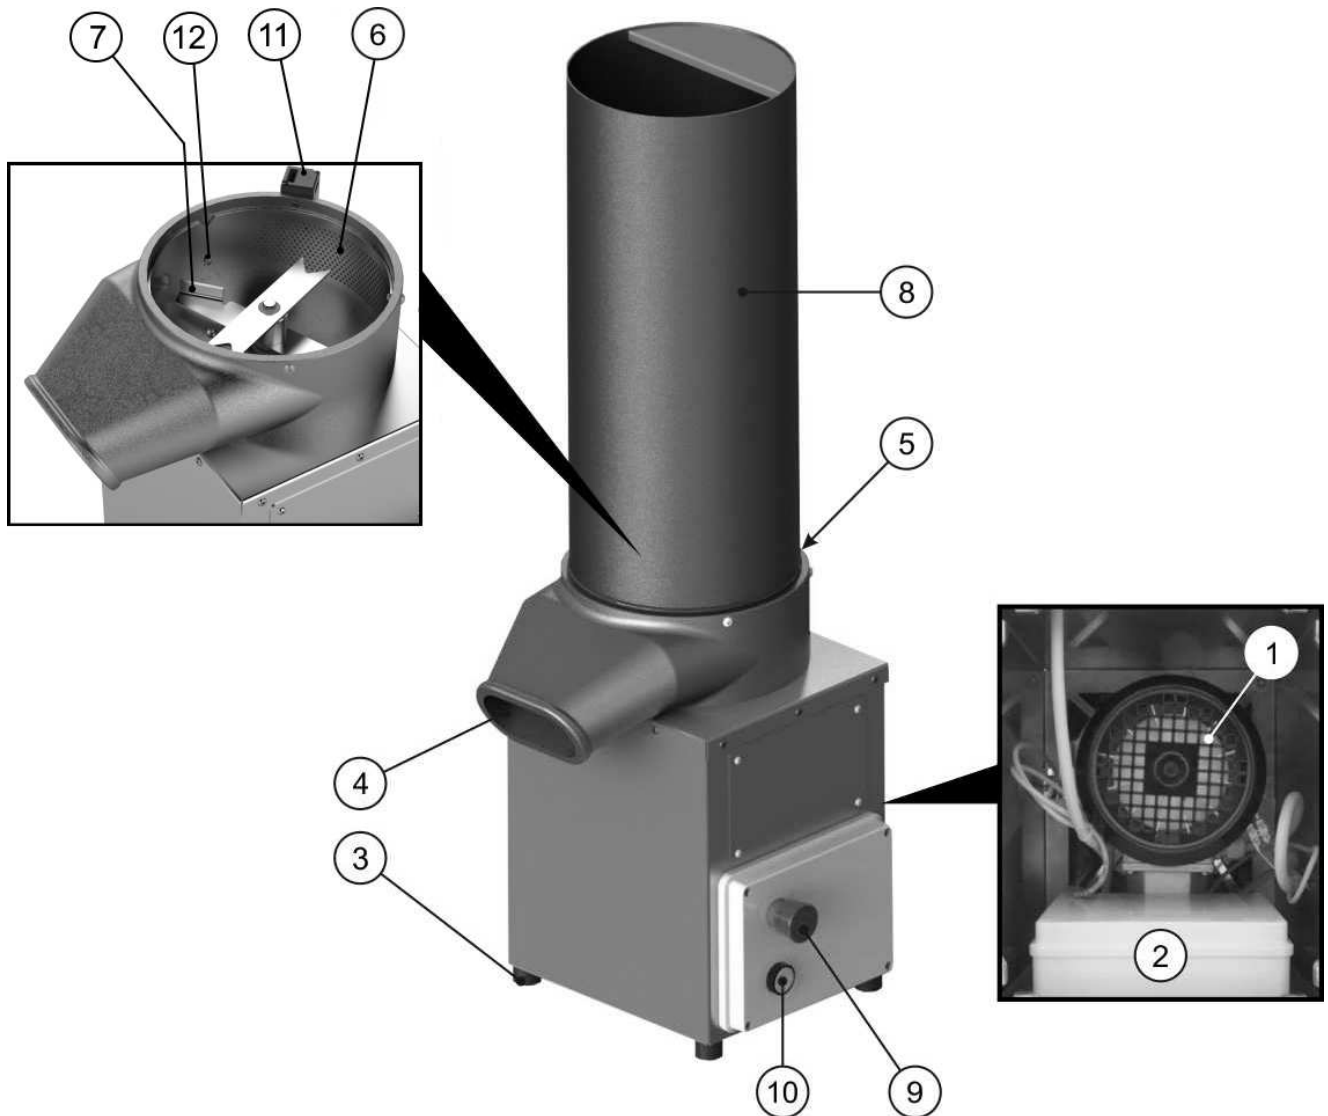

Рисунок 1
Помимо несущей конструкции каждая машина состоит из (рисунок 1):
- Во время рабочего цикла машины хлеб следует подавать исключительно через верхнее отверстие бункера поз. 8, рисунок 1.
- Расположите лоток для сбора хлебных крошек под трубой выхода готового продукта из.5 Рисунок 1
- Нажмите кнопку старт двигателя из.10 Рисунок 1. Если микровыключатель воронки подключён, а кнопка аварийного сигнала не нажата, нож начнёт вращаться.